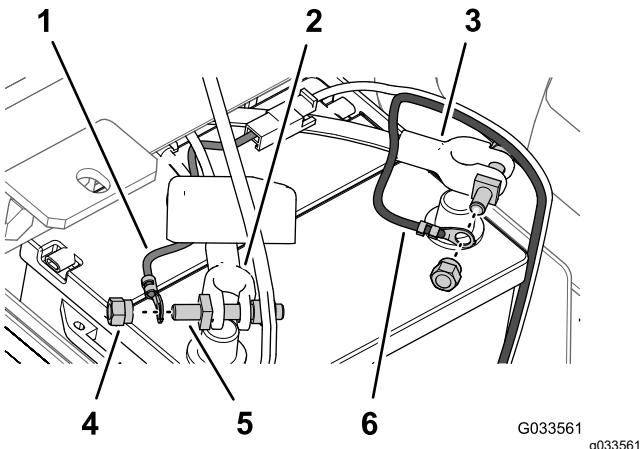

Bild 31
- 6. Befestigen Sie den Kabelschuh des durch die Schmelzsicherung geschützten Verbindungsteils (Kabelbaum des Sprühfahrzeugs) am Stift der Polschraube, die Sie mit einer Klemmmutter am Pluskabel der Batterie befestigt haben (Bild 31).
7. Befestigen Sie den Kabelschuh des Minuskabels (schwarz, Kabelbaum des Sprühfahrzeugs) am Stift der Polschraube, die Sie mit einer Klemmmutter am Minuskabel der Batterie befestigt haben (Bild 31).